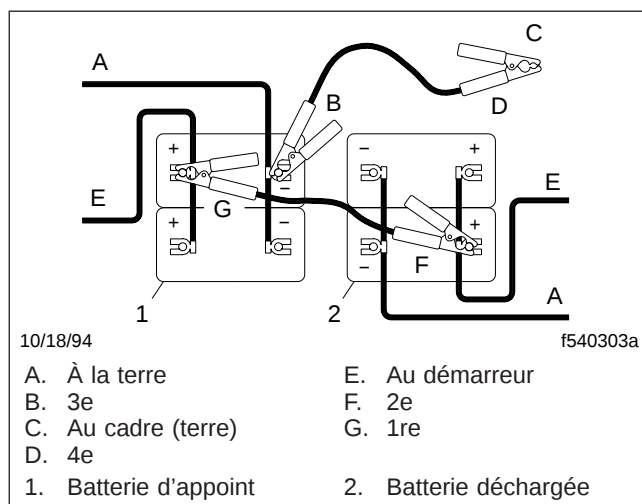

Fig. 14.5, Branchements des câbles de démarrage
3. Connectez une extrémité d'un câble de démarrage à la borne positive de la batterie d'appoint (ou à la borne de démarrage d'appoint, si le véhicule en est muni) et connectez l'autre extrémité du câble à la borne positive de la batterie déchargée (ou à la borne de démarrage d'appoint, si le véhicule en est muni). Voir la figure 14.5.